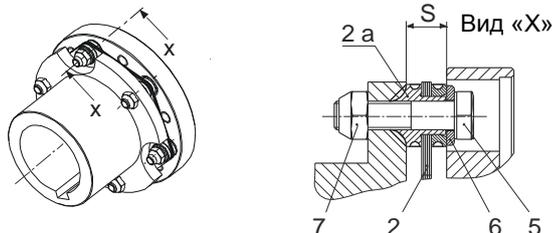

Рис. 5
Пакет фрикционных дисков (2) в принципе устанавливается таким образом, что радиус втулки с буртиком (часть 2а, Рис. 5, Вид «Х») лежит в углублениях ступиц (1, 1.1, 1.3, 1.4, 1.5, 1.7, 1.8), фланцев (1.6) или адаптирующих фланцев (3).
Для предотвращения осевого перекося пакетов фрикционных дисков необходимо соблюдать «расстояние S» (Рис. 5, Вид «Х», таблица 1) при центрированном угловом и радиальном смещении валов.